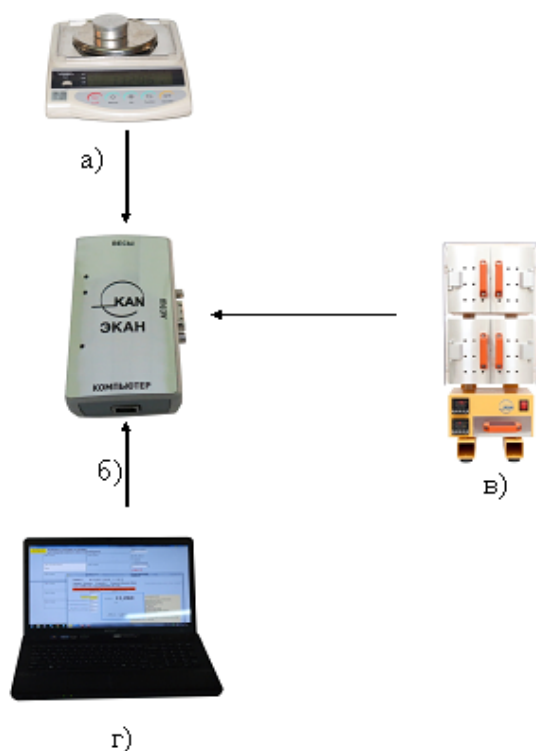

Рис.9
5. Соединить ПК, весы, установку, используя блок сопряжения, с помощью соединительных проводов в соответствии с наименованиями разъёмов, указанных на блоке (рис.9).